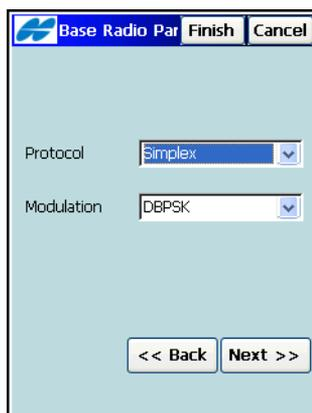

Abbildung 4-10. Parameter für UHF-Digitalmodems
- Bei UHF-Digitalmodems (GR-3 UHF Digital intern, HiPer Digital UHF intern, TRL-2 und TRL-35 Digital UHF extern) müssen Sie Protokoll und Modulation angeben (Abbildung 4-10).